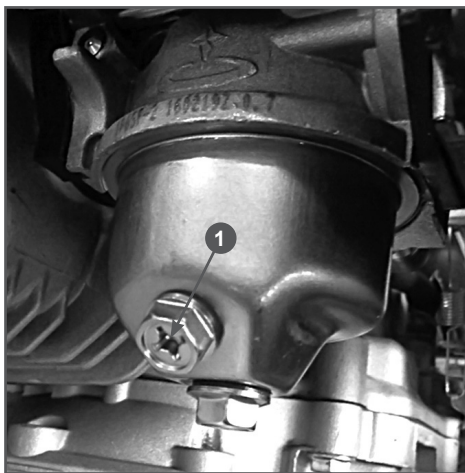

Рис. 23 Слив топлива из карбюратора
2. Открутите болт сливного отверстия (1) и слейте топливо из поплавковой камеры карбюратора (Рис. 23).